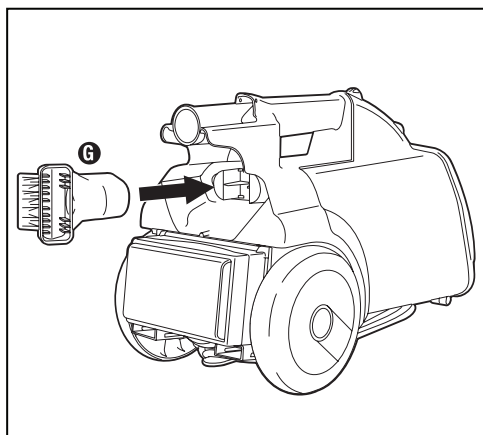

Fig.4
**Étape 4:** Placez l'outil combine **C** dans la position de rangement à l'arrière du traîneau (Fig. 4).